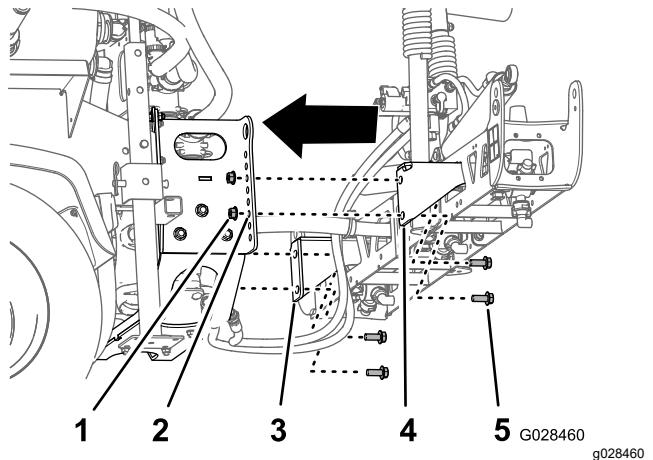

Figura 37
- Alinee el orificio inferior de los soportes de montaje de la sección de brazo central con el tercer orificio contando desde abajo de los soportes del brazo del bastidor del patín del fumigador, como se muestra en Figura 37.